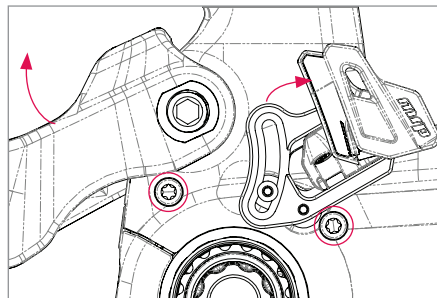

Figure 13
- b. À l'aide d'une clé hexagonale de 3 mm, retirez la vis avant et desserrez la vis arrière qui fixe le guide-chaîne sur le cadre. Repositionnez le guide-chaîne comme indiqué et serrez doucement la vis arrière juste assez pour le maintenir en place. Cela permet d'accéder à la vis centrale de fixation du moteur sur le côté chaîne du vélo (Fig. 13). Notez la position de la plaque arrière du guide-chaîne pour un alignement correct lors de la réinstallation.